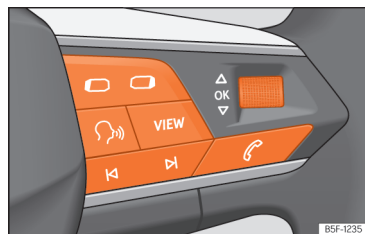

Рис. 15 Правий бік керма: органи управління комбінацією приладів (залежно від версії).
Жодне меню неможливо відкрити, доки на дисплеї є попередження пріоритету 1 >>> с. 25. Деякі повідомлення можна підтвердити й прибрати з дисплея клавішею OK на кермі >>> рис. 15.
- Якщо на дисплеї відображається повідомлення або піктограма автомобіля, натисніть клавішу **OK** >>> **рис. 15** необхідну кількість разів.